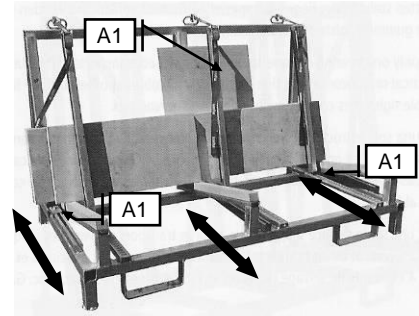

Abbildung 5.1 – Verstellung Auflage hinten
- Nun die hintere Auflage entlang der Schienen (siehe Pfeilrichtungen in der Abbildung 5.1) in die gewünschte Stellung bewegen.